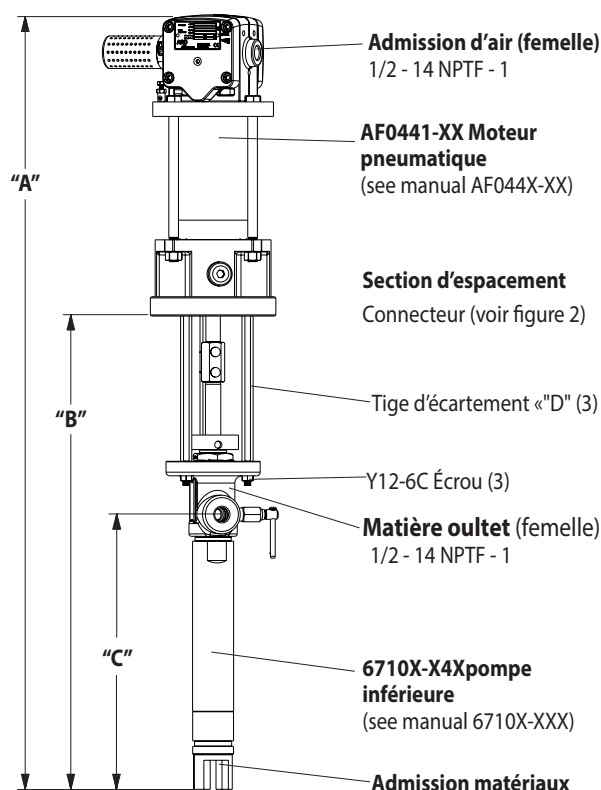

Figure 1
2. Retirez les trois écrous (Y12-6-C) les trois tiges d'espacement (voir figure 1).